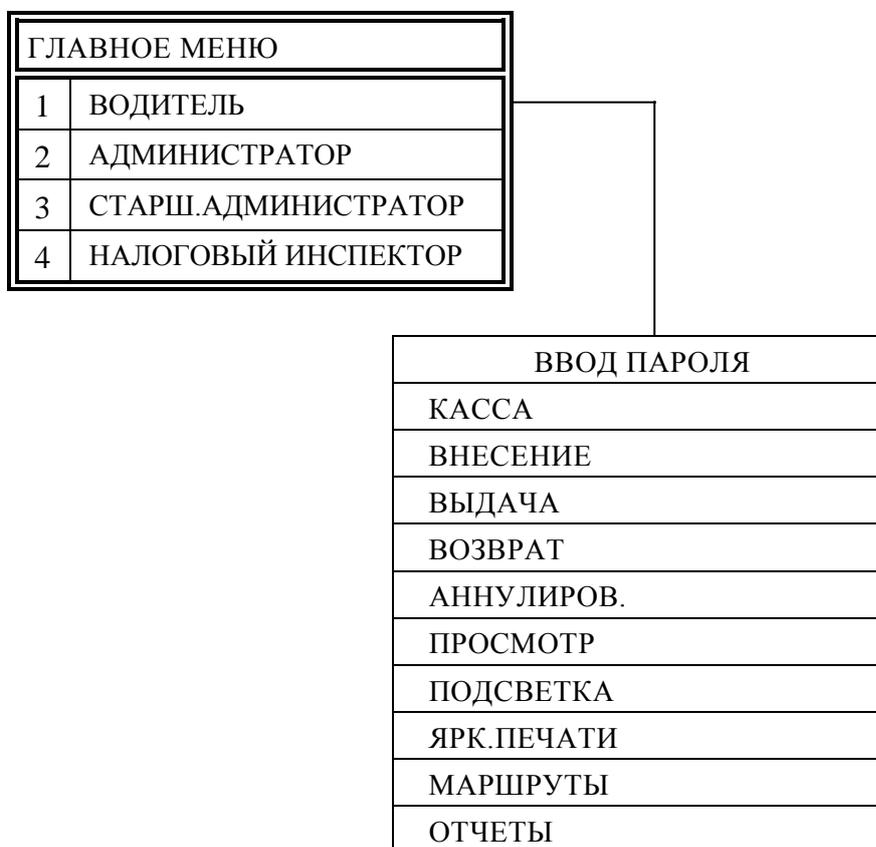

Рисунок 5
2.4.1.1 Структура меню режима «Водитель» приведена на рис. 5.